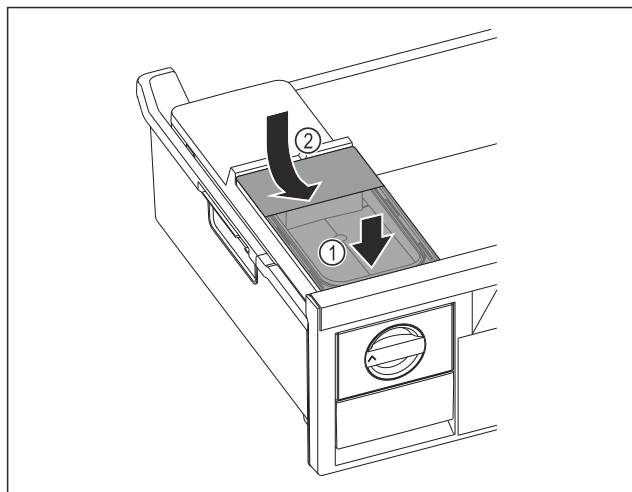

Fig. 129
- Collegare il serbatoio dell'acqua alla parte anteriore. Fig. 129 (1)
- Abbassare il serbatoio dell'acqua posteriore. Fig. 129 (2)